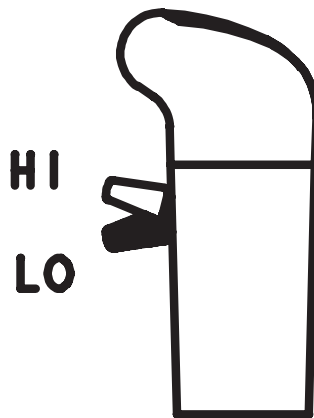

Figura 2-2
6. Asegúrese de que el selector de rango esté hacia abajo en la posición de rango bajo como se muestra a continuación en la Figura 2-2.